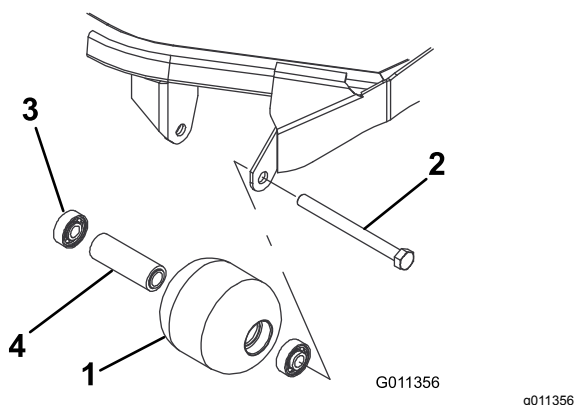

Figura 99
1. Rimuovete il bullone di montaggio del rullo (Figura 99).
1. Montate il primo cuscinetto premendolo nell'alloggiamento all'interno del rullo (Figura 99). Premete soltanto sulla pista esterna o, in misura uguale, sulla pista interna ed esterna.
2. Inserite il distanziale (Figura 99).
3. Spingete il secondo cuscinetto nell'alloggiamento all'interno del rullo (Figura 99) premendo in misura uguale sulla pista interna ed esterna, fino a quando la prima pista non tocca il distanziale.
4. Verificate la presenza di eventuali danni sull'alloggiamento, sui cuscinetti e sul distanziale del cuscinetto del rullo (Figura 99).